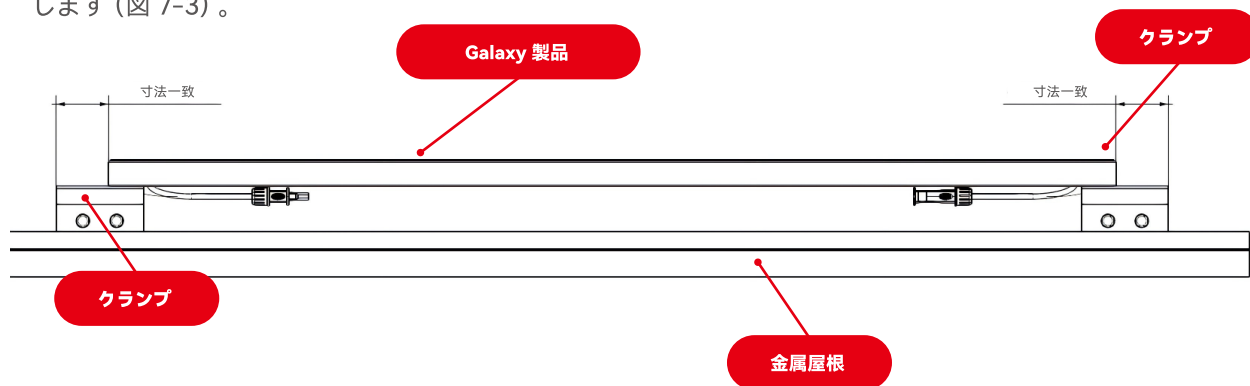

図 7-3
- Galaxy 製品の取付順序は、下から上へ、左から右へ行います。まず最初の製品を取り付け、製品を 2 つのクランプの間に配置します。左右の位置を調整し、両端がクランプの取り付け位置と一致するようにします (図 7-3)。